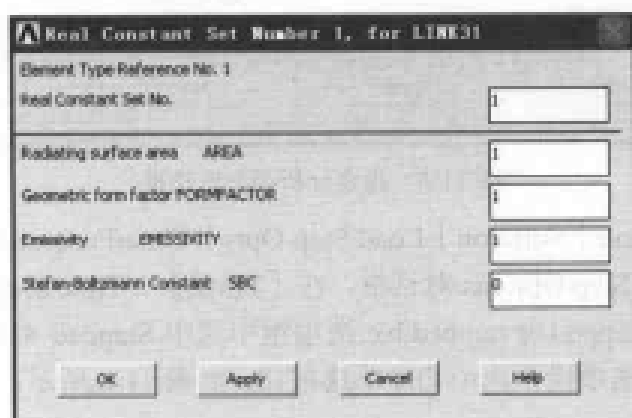

图 11-3 LINK31 单元实常数设置对话框
(3) 单击 Element Type 对话框上的 Close 按钮, 关闭该对话框。
(4) 选择 Main Menu | Preprocessor | Real Contants | Add/Edit/Delete 命令, 出现 Real Contants 对话框, 单击 Add 按钮, 出现 Element Type for Real Constants 对话框, 单击 OK 按钮, 出现 Real Constant Set Number 1, for LINK31 对话框, 参照图 11-3 对其进行设置, 单击 OK 按钮关闭该对话框。